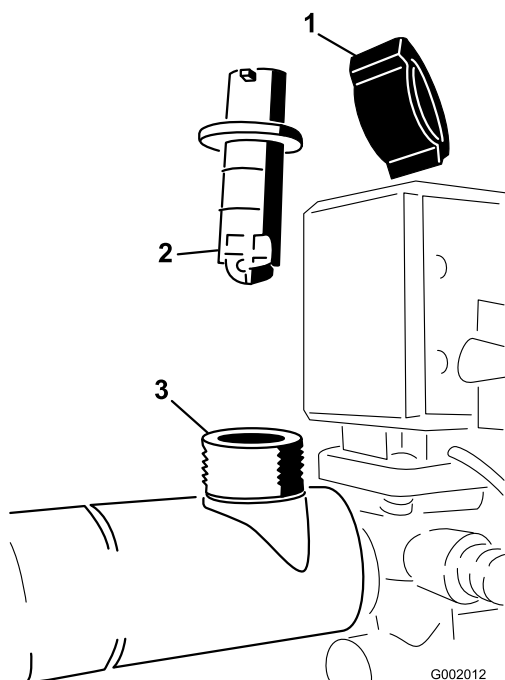

Bild 72
2. Nehmen Sie den Befestigungsdeckel vom Gehäuse des Durchflussmessers ab (Bild 72).